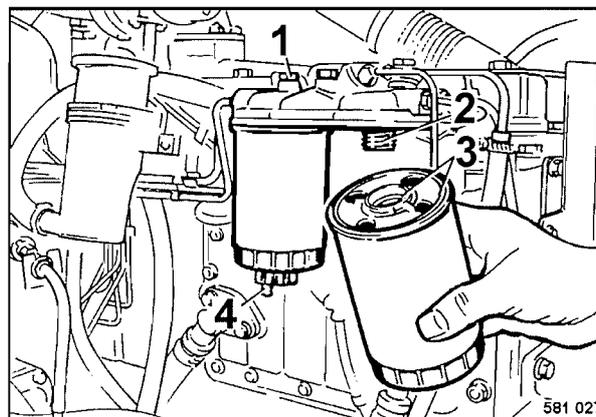

Fig. 81
- Limpiar esmeradamente el exterior de los cartuchos filtrantes (Fig. 81).
- Soltar los tornillos de descarga (4) en la parte inferior de los cartuchos filtrantes, y recoger el combustible saliendo.
- Comprobar si el empalme roscado (2) se encuentra fijamente en la cabeza del filtro, y que el interior de la cabeza del filtro está limpio.
- Untar las juntas (3) de los cartuchos filtrantes de combustible diesel limpio.
- Para purgar el aire del sistema de combustible hay que soltar el tornillo (1).